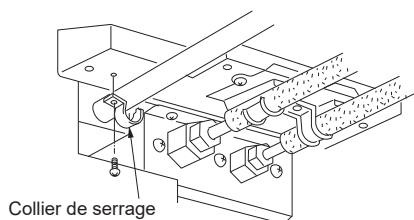

Fig. 5-5
- Connectez la pièce de raccordement du tuyau d'écoulement à l'aide d'un adhésif de la famille des PVC avant d'installer le collier de serrage. (Fig. 5-5)
- (A) Appareil intérieur
- (B) Matériau isolant (à se procurer sur place)
- (C) Pièce de raccordement du tuyau d'écoulement
- (D) Port d'écoulement (transparent)
- (E) Tuyau d'écoulement (5)
- (F) Pièce de raccordement (avec douille) du tuyau d'écoulement
- (G) Tuyau d'écoulement (TUBE EN PVC de ø26 de D.E.)
- (H) Pièce de raccordement de l'écoulement
- (I) 60 mm
- (J) Coude du tuyau